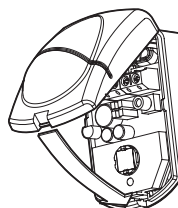

Рис. 5
- установить на место крышку извещателя (рис.5).